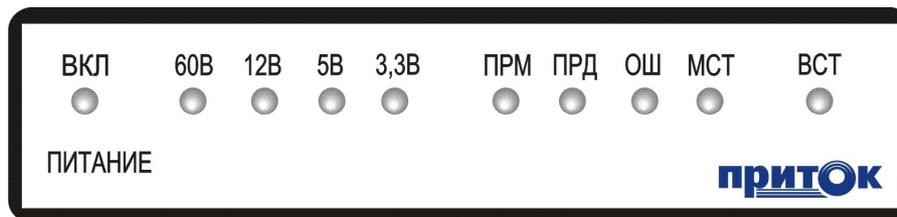

Рисунок 4.4. Передняя панель коммуникатора
- 4.4 На передней панели коммуникатора установлены (см. рисунок 4.4):